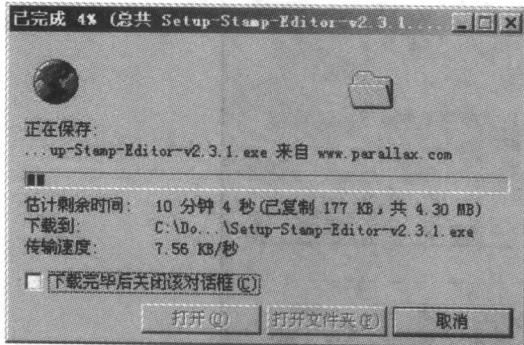

图 1.5 下载进程对话框
- 当下载 BASIC Stamp 编辑器安装程序时（如图 1.5 所示），等待一会儿。如果用的是调制解调器，下载 BASIC Stamp 编辑器安装程序可能需要一点时间。